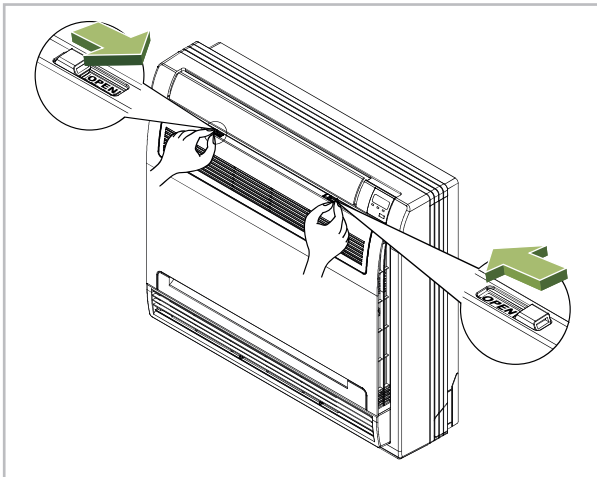

Fig. 7: Ouvrir la paroi avant
1. ➤ Mettre l'appareil hors tension et ouvrir la paroi avant (voir Voir la Fig. 7)